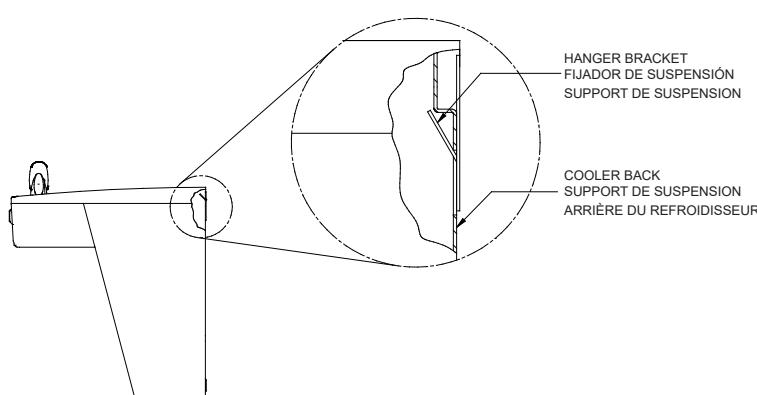

FIG. 3
- Hang the cooler on the hanger bracket. Be certain the hanger bracket is engaged properly in the slots on the cooler back as shown in Fig. 3.
- Loosen the two (2) screws holding the lower front panel at the bottom of cooler base and two (2) screws at the top. Remove the front panel and set aside.
- Installez le refroidisseur sur les supports en vous assurant que ceux-ci sont bien installés dans les fentes à l'arrière du refroidisseur tel qu'indiqué à la figure 3.
- Dégagez les deux (2) vis retenant le panneau inférieur avant au bas de la base du refroidisseur ainsi que deux (2) vis sur le dessus. Retirez le panneau avant et mettez-le de côté.